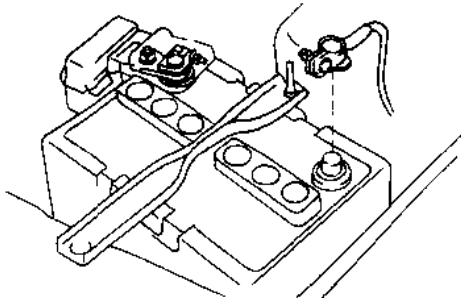

图 2-6 拆下蓄电池负极搭铁线
1. 在检修电控喷射的燃料系之前, 应先拆下蓄电池负极桩上的搭铁线 (图 2-6)。